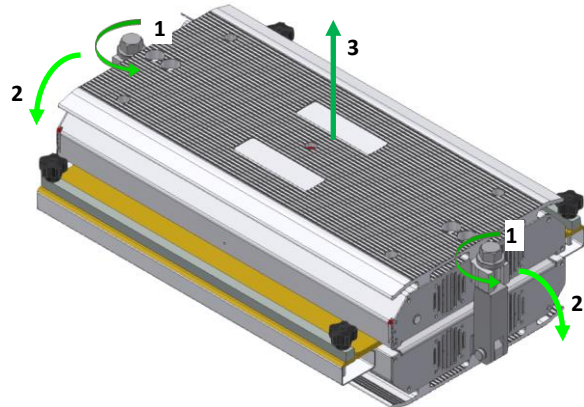

Abb. 8.4-1 – Öffnen der Presse
- Lösen Sie mit dem mitgelieferten Ratenschüssel die Sicherungsmuttern der Presse, eine auf jeder Seite (Ref. 1, Abb. 8.4-1);
- Entfernen Sie die Bolzen vom Sitz (Ref. 2, Abb. 8.4-1);
- Heben Sie die obere Platte der Presse an (Ref. 3, Abb. 8.4-1);